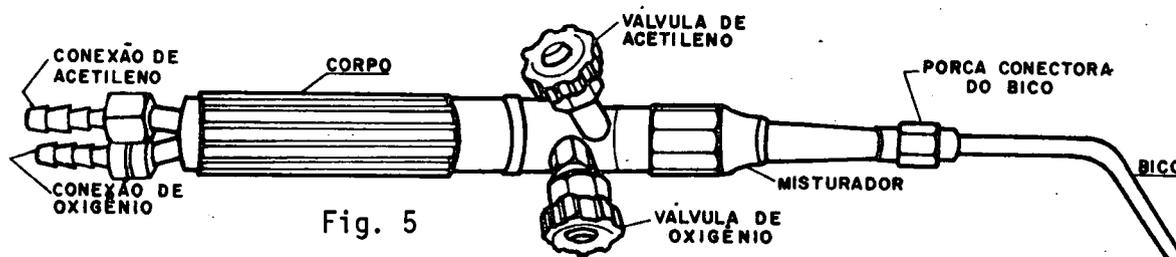

Fig. 5
*Maçarico de alta pressão:* (fig. 5) é aquele indicado para soldar, onde a chama não varia